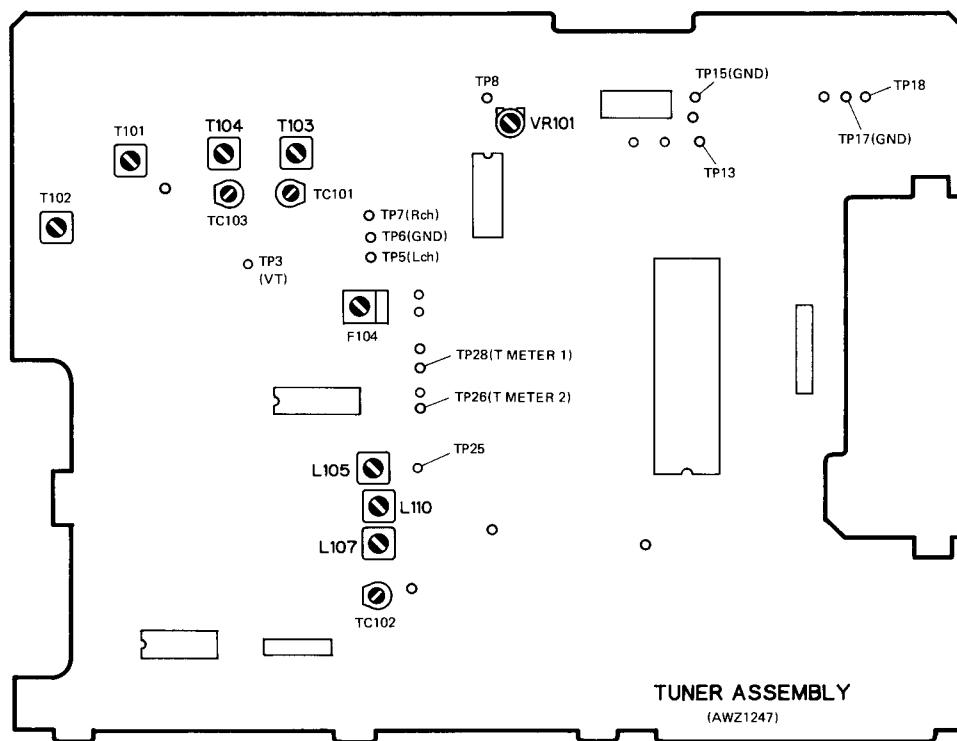

Fig. 8-1 Adjustment point
- Fournir un courant continu de 12 V entre TP18 et TP17, et entre TP13 et TP15 (voir Fig. 8-1).